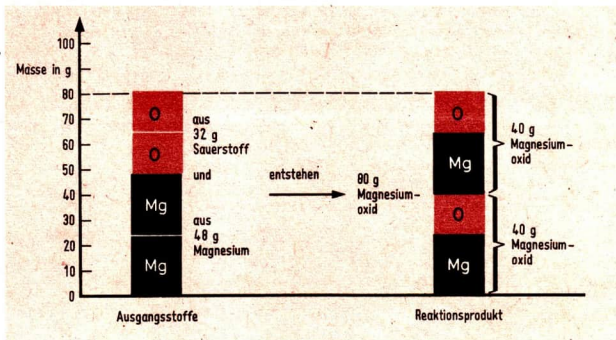

Abb. 44 Massenverhältnisse bei chemischen Reaktionen, veranschaulicht am Beispiel der Oxydation von Magnesium
Bei chemischen Reaktionen ist die Masse der entstehenden Reaktionsprodukte ebenso groß wie die Masse der Ausgangsstoffe, die sich umsetzt (Abb. 44). Wenn die Ausgangsstoffe genau in dem Massenverhältnis vorliegen, in dem sie miteinander vollständig
- ① Stelle die Gleichungen für die folgenden Reaktionen auf und gib alle Bedeutungen an: a) Verbrennung von Schwefel zu Schwefeldioxid; b) Oxydation von Zink; c) Bildung von Blei(II)-oxid; d) Oxydation von Kupfer zu Kupfer(I)-oxid!
- ② Formuliere die Gleichungen für die Oxydation von Magnesium und von Kohlenstoff! Belege in jedem Falle, daß die gesamte Masse der Ausgangsstoffe genauso groß ist wie die gesamte Masse der Reaktionsprodukte! Nenne die Massen der Stoffe, die miteinander reagieren!
- ③ Betrachte Abbildung 44! Erläutere daran konkret folgende Aussagen:
- ④ Versuche zu begründen, warum man von stöchiometrischen Wertigkeiten spricht!
- ⑤ Es werden a) 4 g Schwefel zu Schwefeldioxid verbrannt; b) 15,5 g Phosphor zu Phosphorpentoxid verbrannt; c) 40 g Kupfer zu Kupfer(II)-oxid umgesetzt; d) 2 g Eisen zu Eisen(III)-oxid oxydiert. Berechne die Massen der entstehenden Oxide! Wieviel Gramm Sauerstoff werden verbraucht?
- ⑥ Errechne die in der Tabelle fehlenden Werte!